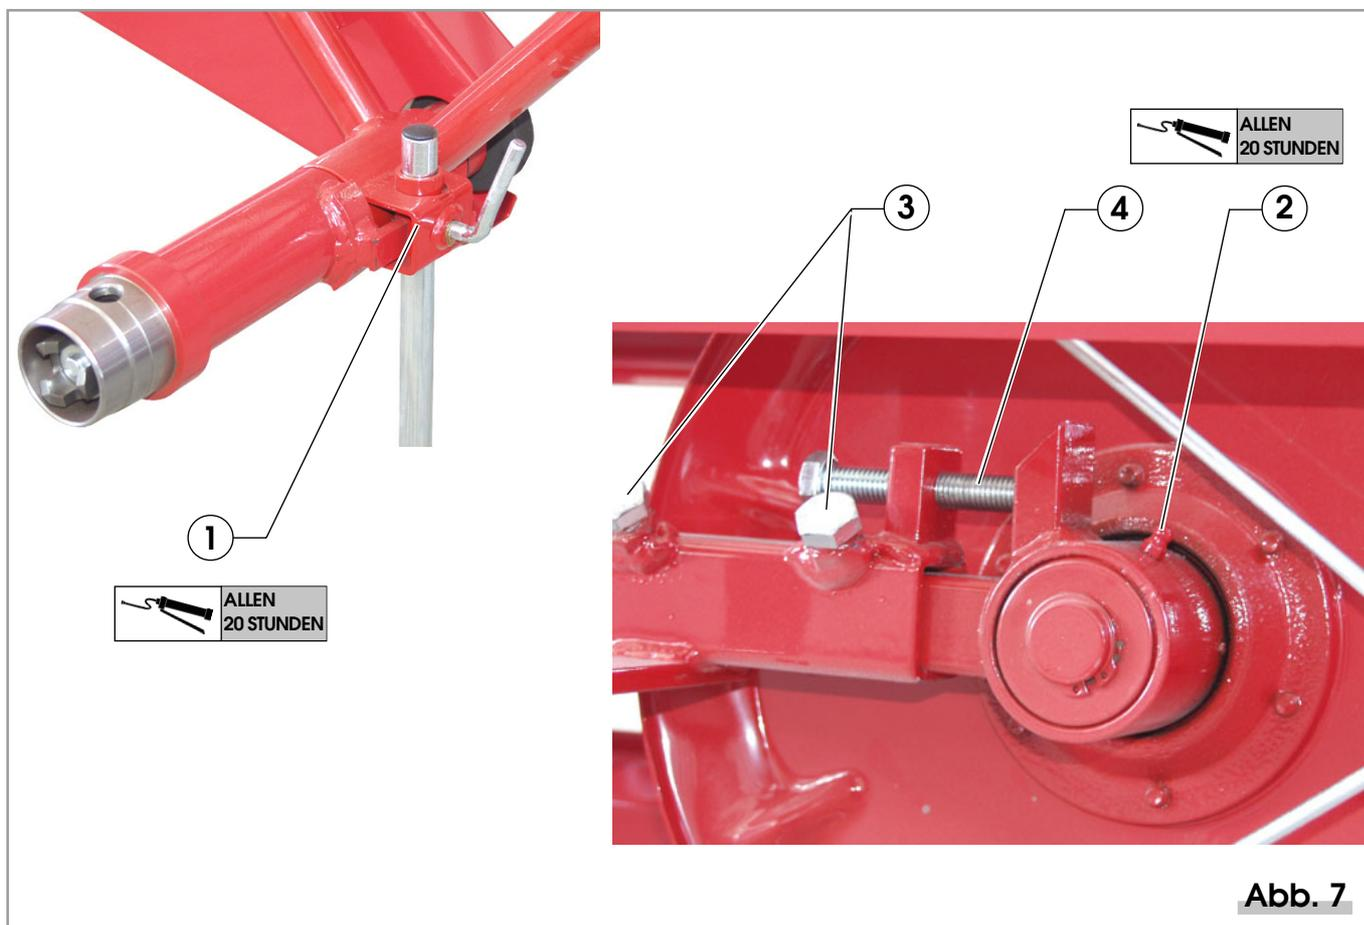

Abb. 7
- Einfetten der Getriebekupplung (Pos. 1, Abbildung 7)
- Einfetten der Riemenkupplungslager (Pos. 2, Abbildung 7)
- b) die Schraube des Spanners (Pos. 4, Abbildung 7) bis zum Erreichen der richtigen Bandspannung einschrauben
- c) durch Einschrauben der Befestigungsschrauben (Pos. 3, Abbildung 7) die Gruppe wieder blockieren